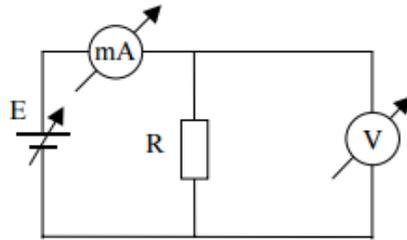

Figura 17 – Circuito para comprovação da lei de Ohm.
8.3.1 Para levantarmos a curva característica de um bipolo ôhmico (Resistência), precisamos medir a intensidade de corrente que o percorre e a tensão aplicada aos seus terminais, para isso, monta-se o circuito da Figura 17, de tal maneira a preencher os dados requisitados na Tabela 5.